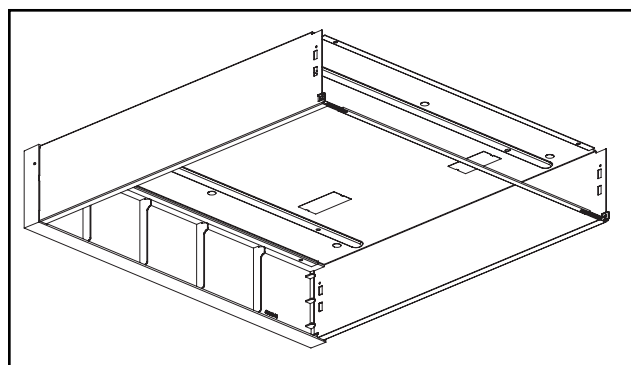

Figure 2.
2. Retirez la plaque d'extrémité sur un côté de la trousse de montage à la surface (voir figure 2).